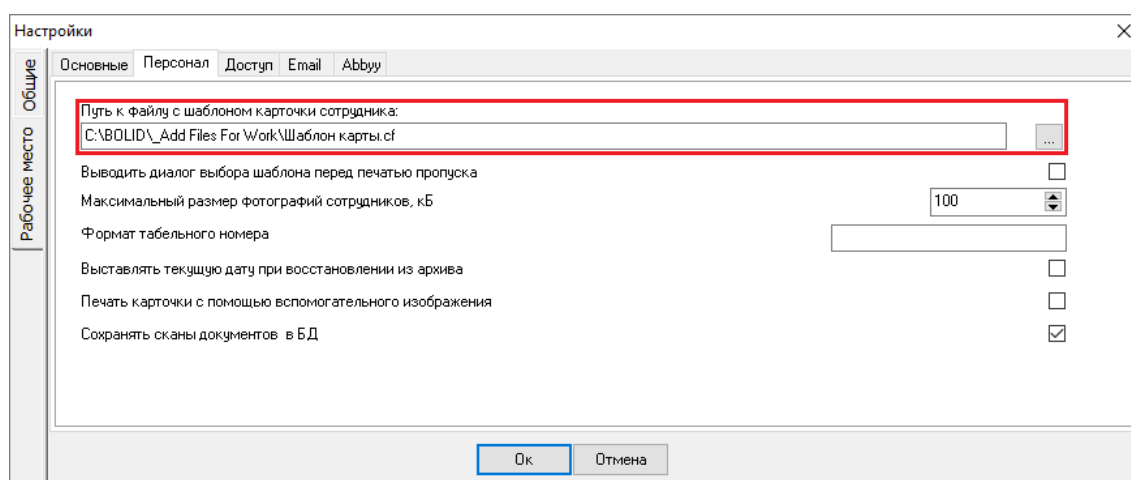

Рисунок 6-794 Путь к шаблону карточки сотрудника
- для параметра «Путь к файлу с шаблоном карточки сотрудника» указать путь к созданному шаблону карточки сотрудника (см. Рисунок 6-794) или выбрать параметр «Выводить диалог